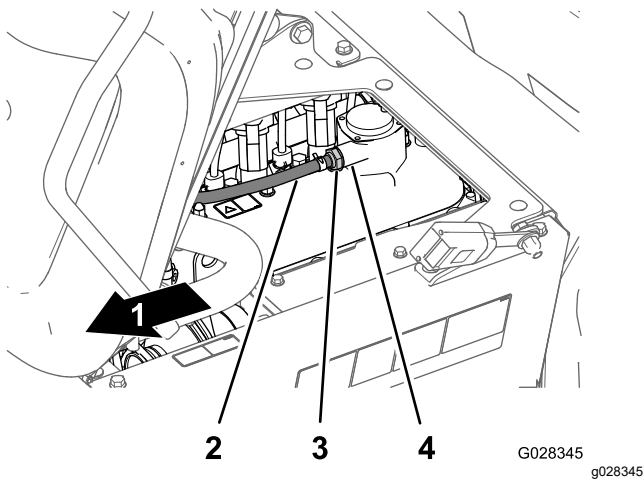

Figura 81
2. Retire la válvula PCV del acoplamiento de la tapa de válvulas (Figura 81).
Nota: Si suena el limitador interno de la válvula, la válvula PCV está bien; si el limitador interno no está libre y no suena al sacudirse, sustituya la válvula PCV (Figura 81).
4. Introduzca la válvula PCV hasta que quede correctamente asentada en la junta del acoplamiento de la tapa de válvulas (Figura 81).